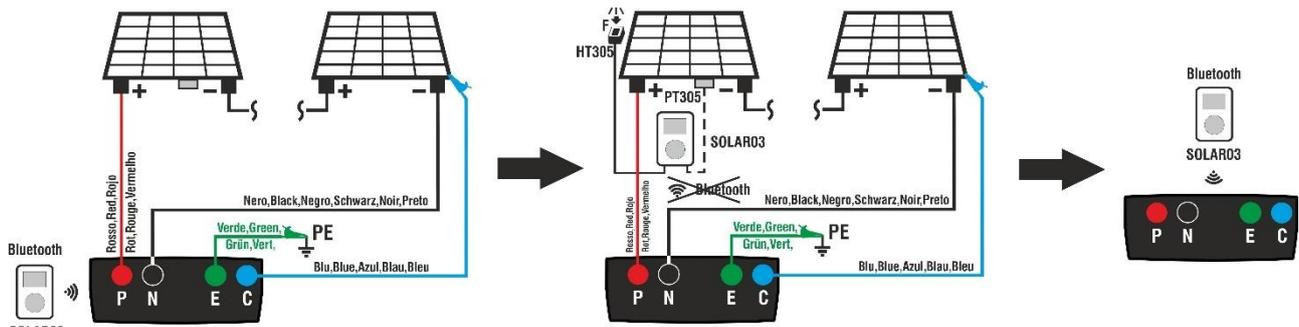
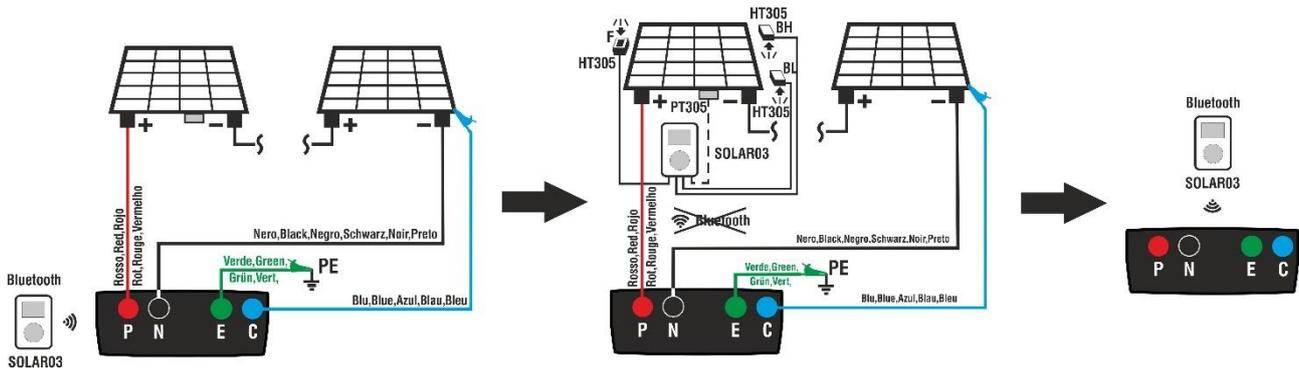

Fig. 12: Uso con SOLAR03 in registrazione sincrona su moduli Monofacciali
Fig. 13: Uso con SOLAR03 in registrazione sincrona su moduli Bifacciali
1. Collegare lo strumento al modulo/stringa in prova ed eventualmente al nodo principale di terra dell'impianto e alle masse metalliche messe a terra come mostrato nelle Fig. 12 (moduli Monofacciali) o Fig. 13 (moduli Bifacciali). In particolare:
- **Nel caso di moduli Bifacciali** → posizionare le **3 celle di riferimento HT305** sul piano frontale del modulo (**F**), sulla parte posteriore superiore (**BH=BackHigh**) e sulla parte posteriore inferiore (**BL=BackLow**) del modulo. Collegare la cella di riferimento frontale (F) all'ingresso "INP1", la cella di riferimento BH all'ingresso "INP2", la cella di riferimento BL all'ingresso "INP3" ed **eventualmente** la sonda di temperatura **PT305** all'ingresso "INP4" dell'unità remota. In accordo alla normativa IEC/EN60904-1-2, lo strumento calcola il valore di Irraggiamento frontale equivalente (**Irr_{eq}**) che corrisponde all'Irraggiamento sul solo piano frontale producendo gli stessi effetti dell'Irraggiamento rilevato su entrambe le facce tenendo conto del **coefficiente di bifaccialità** (φ) del modulo in base alla seguente relazione:
3. Avvicinare l'unità remota SOLAR03 allo strumento come mostrato nelle Fig. 12 o Fig. 13 – parte sinistra
6. Portare l'unità remota in prossimità dei moduli e collegare le sonde di irraggiamento/temperatura come mostrato nelle Fig. 12 o Fig. 13 – parte centrale. **Avendo già avviato la registrazione sulla unità remota SOLAR03 non è necessario il mantenimento della connessione Bluetooth.** Il mantenimento della connessione (se possibile) consentirà solamente il poter avere immediatamente l'esito della prova senza attendere la fine della campagna di misure
16. Al termine della sessione di prove scollegare l’unità remota SOLAR03, riportarla in prossimità dello strumento (vedere Fig. 12 o Fig. 13 – parte destra) e verificare che il collegamento con lo strumento sia nuovamente attivo (simbolo “